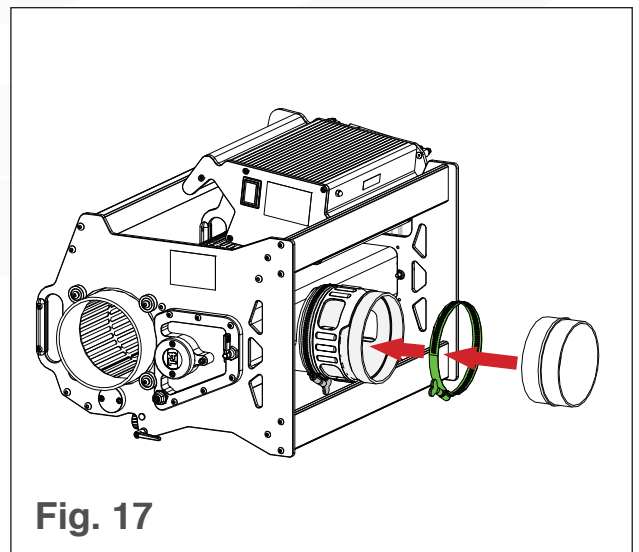

Fig. 17
6. Coloque otra abrazadera de manguera sobre el extremo libre del conector (ver la Fig. 17).
7. Deslice el adaptador de acoplamiento en el acoplamiento de fijación de la aspiradora (ver Fig. 17).